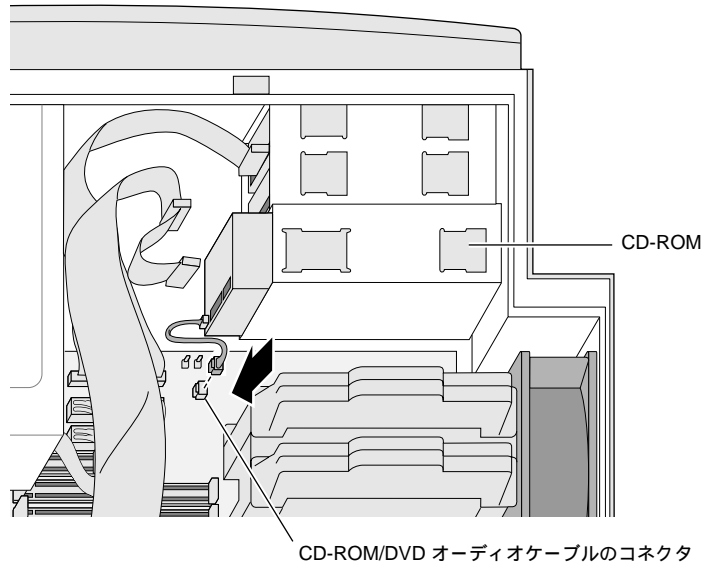

図 4-6 オーディオケーブルの接続
- CD-ROM または DVD-ROM ドライブを取り付ける場合は、システムボードのコネクタにオーディオケーブルを接続します。ケーブルは、正しい方向以外には挿入できない形になっています (図 4-6)。